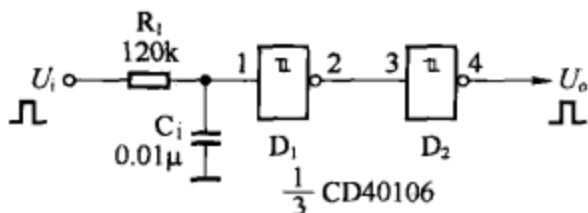

图 8-37
(3) 图 8-37 所示为脉冲延迟电路, 其输出脉冲相对于输入脉冲在时间上整体向后延迟了一定时间, 延迟量由 RC 网络决定。脉冲延迟电路由两个施密特触发器 D_1 和 D_2 等构成, 延迟时间为 1ms。在 D_1 的输入端接有 R_1 、 C_1 积分电路, 利用积分电容的充放电作用, 使输入脉冲延迟。